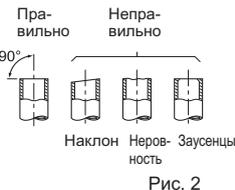

Рис. 3
- При подключении дренажного шланга к твердой винилхлоридной трубе обязательно плотно вставляйте его в трубу. (Рис. 3)
- 2) Полностью удалите заусенцы с разрезанной поперечного сечения трубы. (Рис. 3)
- 4) Вставьте дренажный колпачок в секцию в задней части внутреннего прибора, к которой должен крепиться дренажный шланг. (Рис. 3)